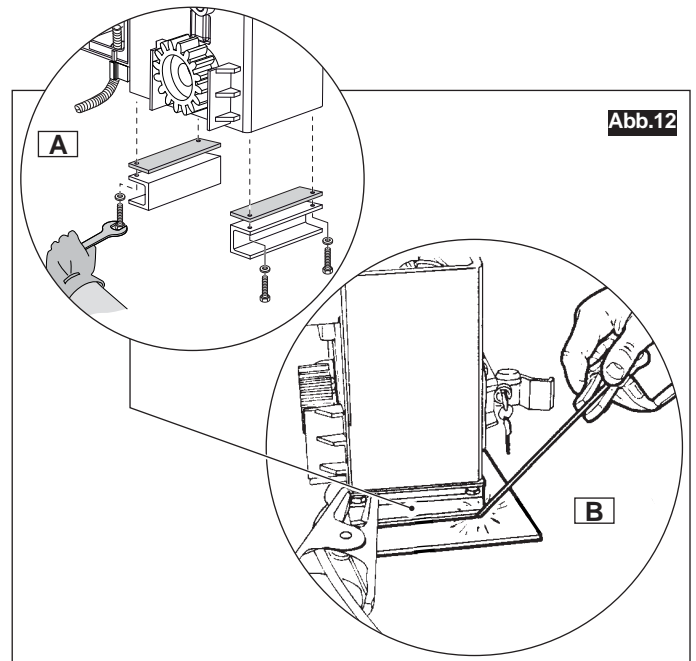

Abb.12
- Mithilfe der in der Packung beiliegenden Schrauben (Abb.12-Det.A) die zwei Halterungen aus verzinktem Stahl mit dem vibrationsdämpfenden Gummistreifen unter der Basis des Getriebemotors montieren. Vor der Montage ist der Schraubenschaft einzufetten.
- Die Stromkabel durch die hierfür vorgesehene Öffnung ziehen (Abb.12-Det.A), dabei darauf achten, sie nicht zu beschädigen.
- Die Halter an die Fundamentplatte mit 2 Schweißnähten anschweißen (Abb.12-Det.B). **WICHTIG: Es wird empfohlen, eine Vorschweißung mit 2 Schweißpunkten durchzuführen und ERST NACH der Montage die Schweißung abzuschließen und die Zahnstange zu KONTROLLIEREN.**